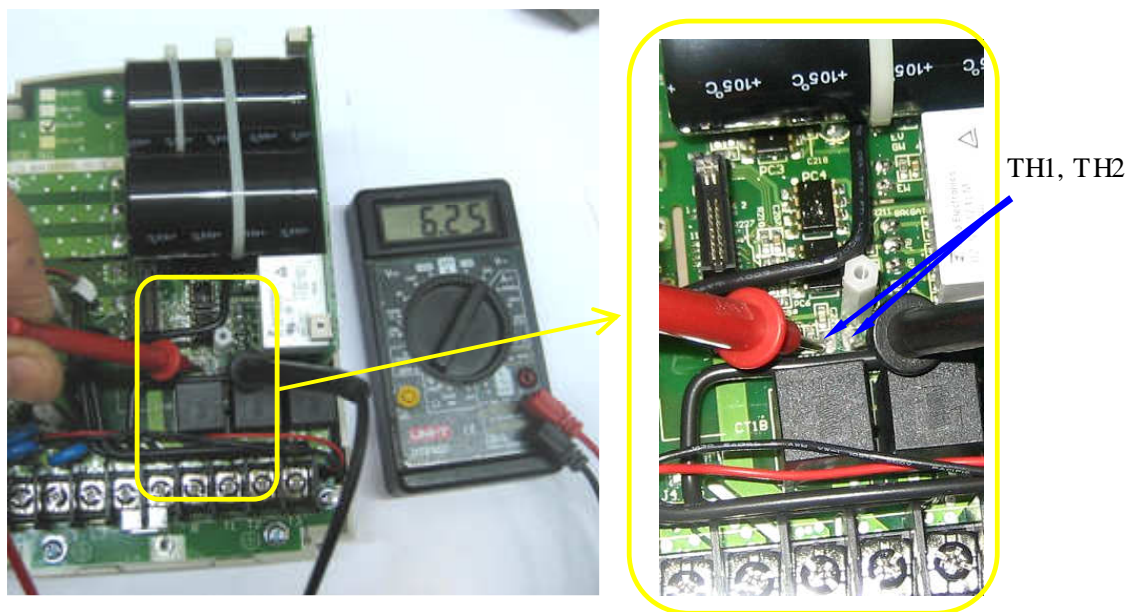

Рис. 4.10. Проверка исправности термодатчика матрицы IGBT (контакты TH1, TH2).
4.6.11. Проверить исправность термодатчика матрицы IGBT. Установить измерительный прибор в режим измерения сопротивления на пределе 20 кОм. Измерить сопротивление цепи на плате драйверов между контактами матрицы, обозначенными TH1 и TH2, как показано на рис. 4.10. Сопротивление при температуре окружающей среды +20°C должно быть в пределах от 6 до 7 кОм.